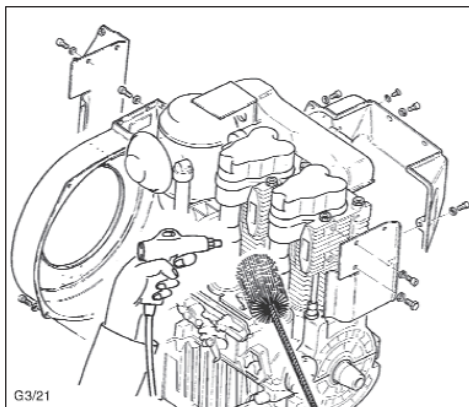
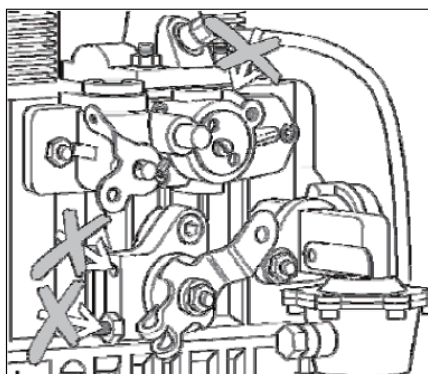

Fig. 22
Fig. 23
- Retire el tapón de drenaje (1) y permita el vaciado total de aceite (Fig. 22 sin colector de aceite y fig. 23 con colector de aceite).
- Introduzca el tapón de drenaje (1) con una nueva junta tórica (2) y ajústela bien.
- Afloje y destornille el filtro de aceite del motor que va a desechar con ayuda de una llave de cincha (1) o con una herramienta similar.